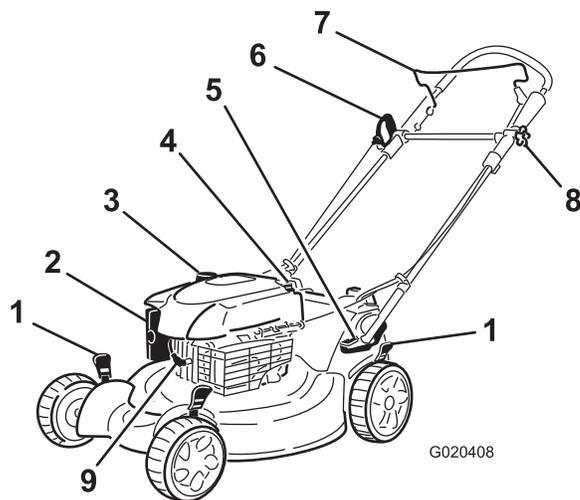

Figur 13
2. Haka fast uppsamlarens nedre kanal på den nedre delen av ramen (Figur 13).
3. Haka fast uppsamlarens övre kanal och sidokanaler på överdelen respektive sidorna på ramen (Figur 13).